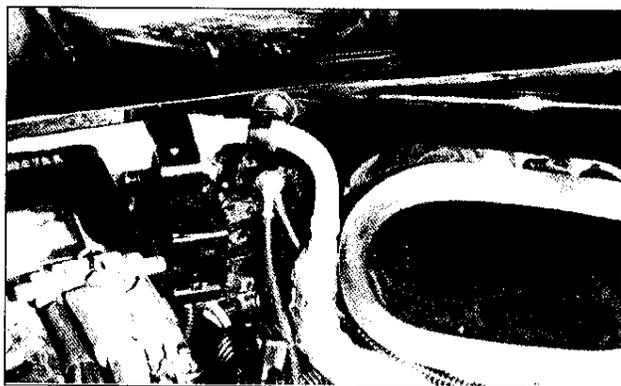

Fig. 16
- g. Encamine el cable de conexión a tierra por debajo de la admisión de la caja de aire hacia un tornillo para plancha metálica que existe en la salpicadera interna derecha. Saque dicho tornillo y vuélvalo a colocar con el cable verde y el borne anular debajo del mismo (Vea la Fig. 16).